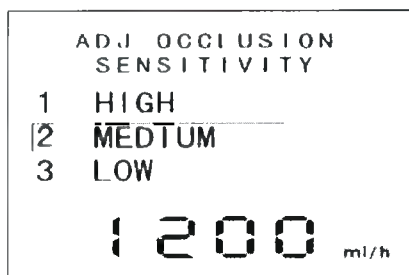
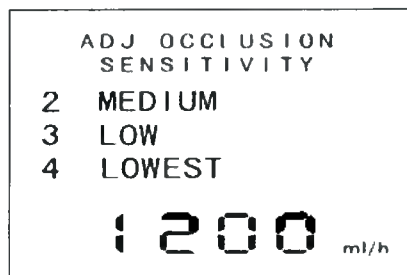

Рис. 25
Рис. 26
3. Нажмите  , чтобы войти в меню ADJ. OCCLUSION SENSITIVITY (рис. 25 и рис. 26). Существует 4 уровня настройки чувствительности к закупорке: